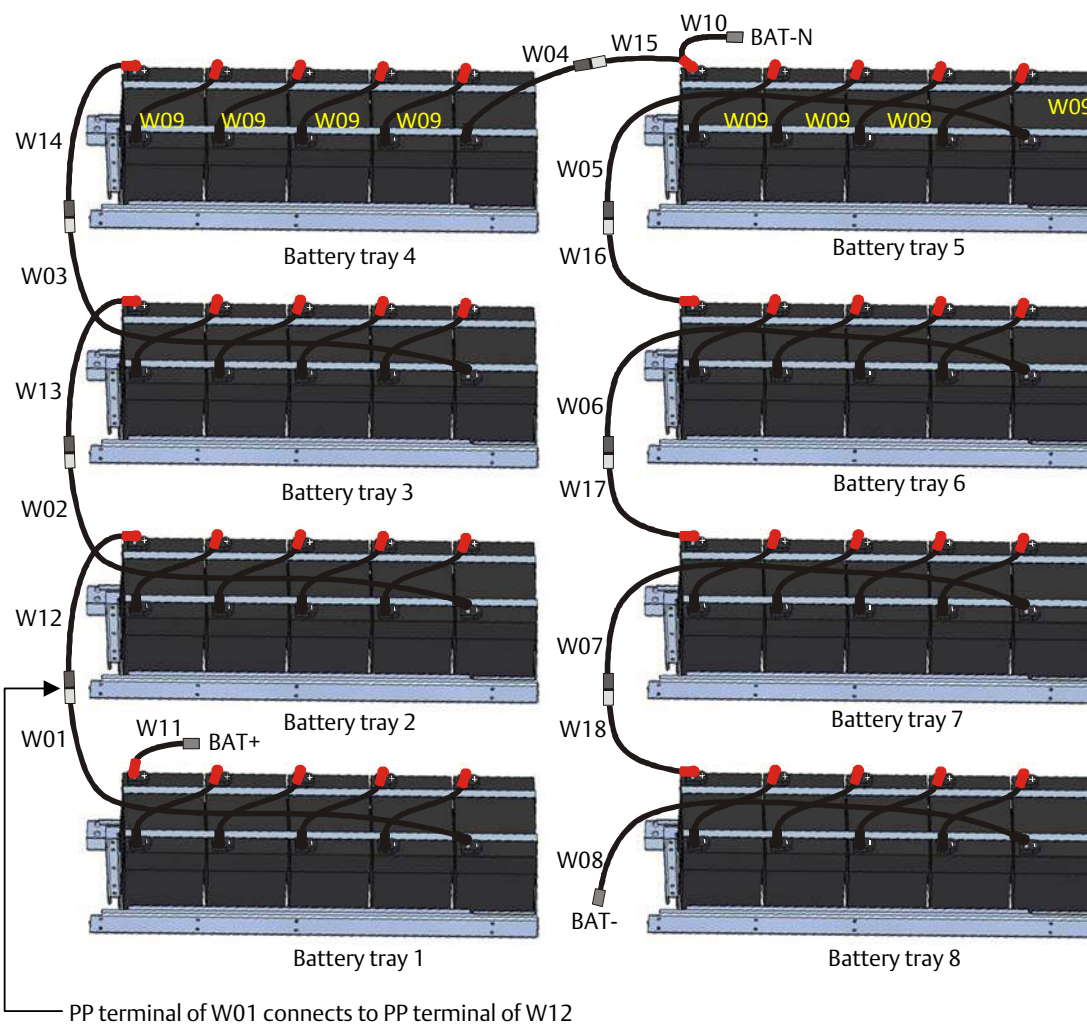

Figure 6-1 Соединение внутренних батарей (40 блоков)
8. Для соединения батареи см Figure 6-1.